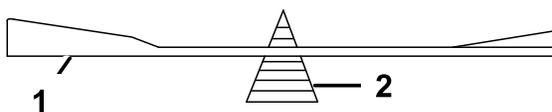

Figura 35
2. Verifique o equilíbrio da lâmina colocando-a num equilibrador de lâminas (Figura 35).